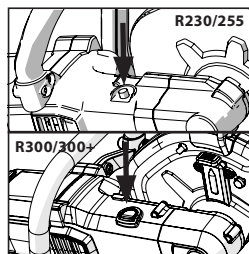

Abb. 2
- Drücken Sie auf die Dornverriegelung, um den Dorn der Maschine zu sperren. **(Abb. 2)**